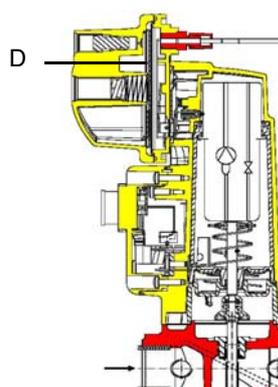

Рис. 8
**ВНИМАНИЕ:** диафрагма D исполнительного механизма SKP2 должна находиться в вертикальном положении (Рис. 8).